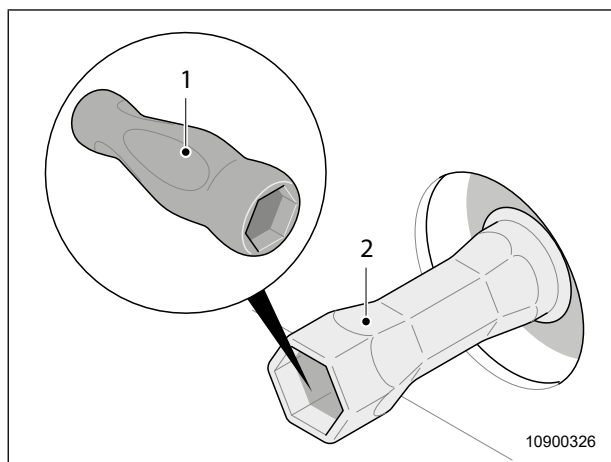

Fig. 65 Dado delle luci posteriori con impugnatura dello strumento di bordo
8. Allentare i due dadi (Fig. 65, pos. 2) dei fanali posteriori con l'impugnatura dello strumento di bordo (Fig. 65, pos. 1) e svitarlo a mano.